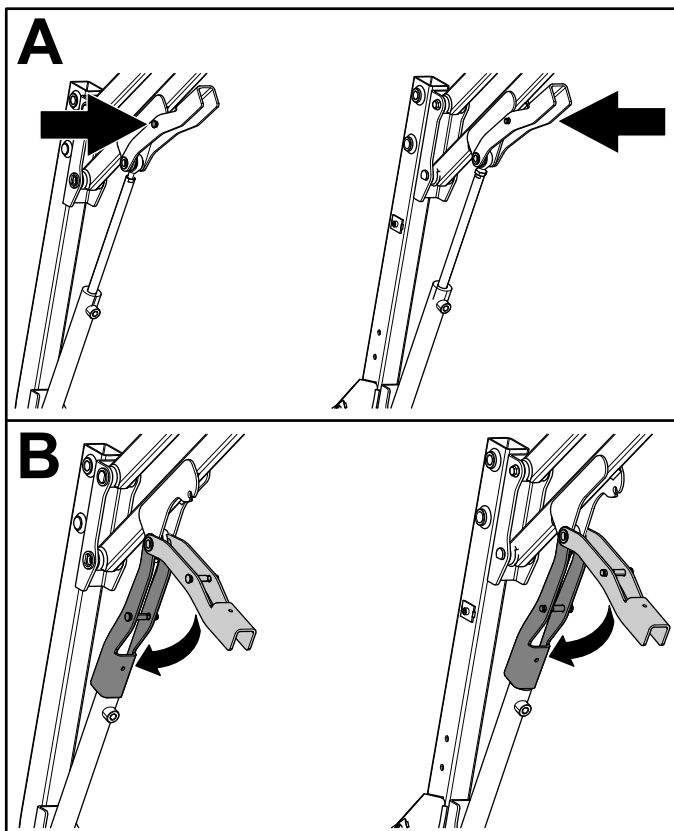

Bild 36
- A. Drücken Sie den Stift an der magnetischen Sicherheitsarretierung nach innen (Bild 36).
- B. Halten Sie den Stift weiterhin fest und senken die magnetische Sicherheitsarretierung in den Hydraulikzylinder ab (Bild 36).